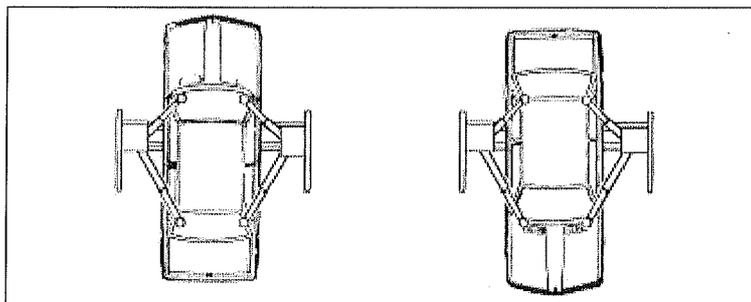

Рис. 15 Правильно установленный автомобиль
Правильное размещение автомобиля на подъемнике крайне важно для правильного распределения нагрузок на телескопические кронштейны (см. Рис. 15).
- Автомобиль правильно установлен на подъемнике (Рис. 15).